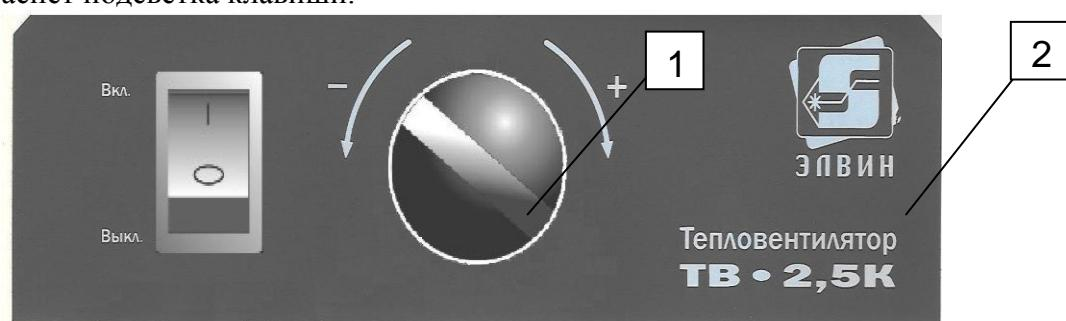

Рис.2. Панель управления
Установить клавишу (см. рис.2) включения вентилятора (1) в положение «О». Ручку терморегулятора (4) повернуть в крайнее против часовой стрелки положение.
Повернуть ручку регулятора температуры, с лёгким усилием против часовой стрелки в нулевое положение до упора. Установить клавишу (1) включения вентилятора (см.рис.2) в положение «I», при этом начинает работать вентилятор и загорается подсветка клавиши.